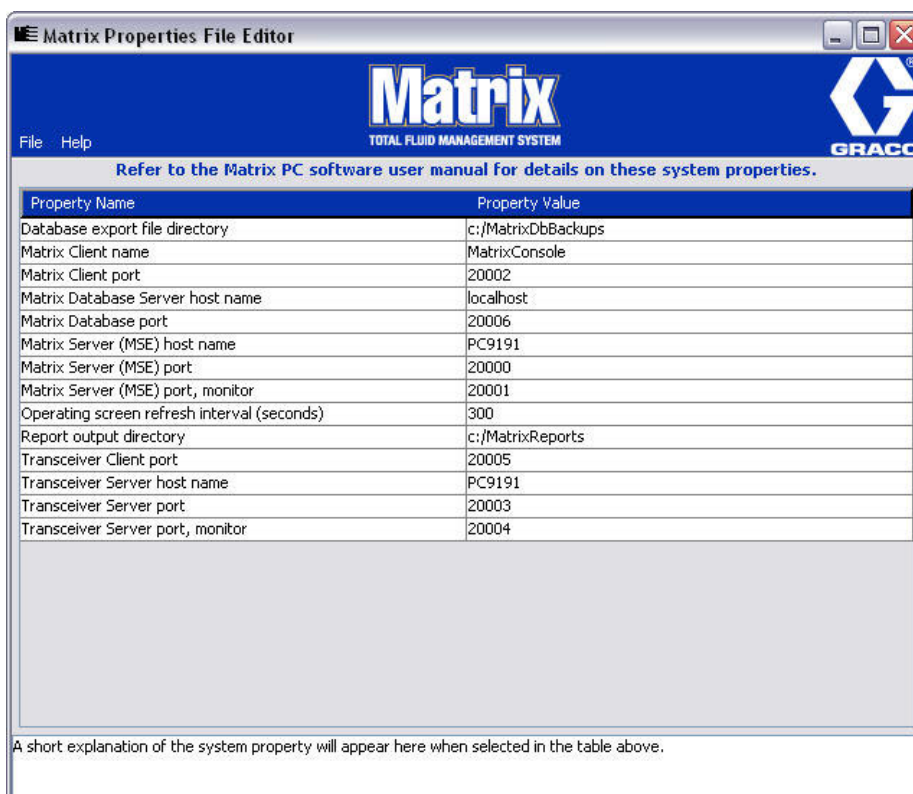

FIG. 12
2. L'editor appare come un elenco di due colonne delle proprietà del sistema, con i nomi delle proprietà sulla sinistra e i rispettivi valori modificabili sulla destra (FIG. 12). Quando si seleziona una proprietà facendo clic su di essa, il pannello inferiore della schermata mostra informazioni di base su quella proprietà.